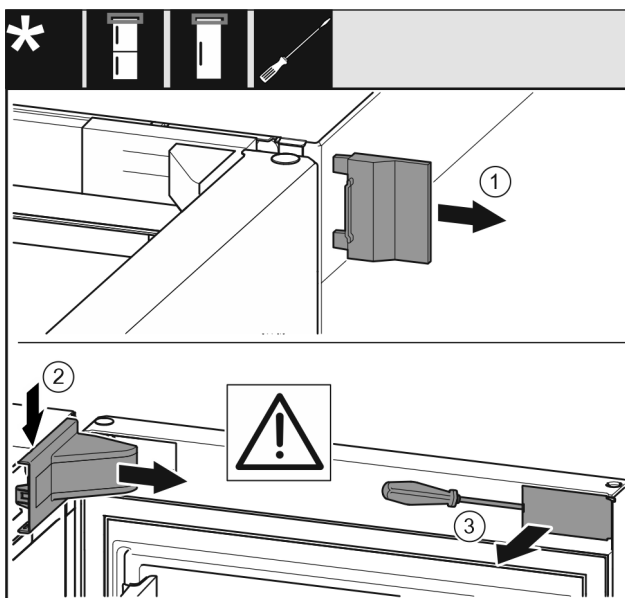

Fig. 14
- ▶ Skinite vanjski poklopac. Fig. 14 (1)
- ▶ Otkopčajte i otpustite pokrov podloška ležaja. Skinite pokrov podloška ležaja. Fig. 14 (2)
- ▶ Ravnim odvijačem otkopčajte masku i zakrenite je u stranu. Fig. 14 (3)